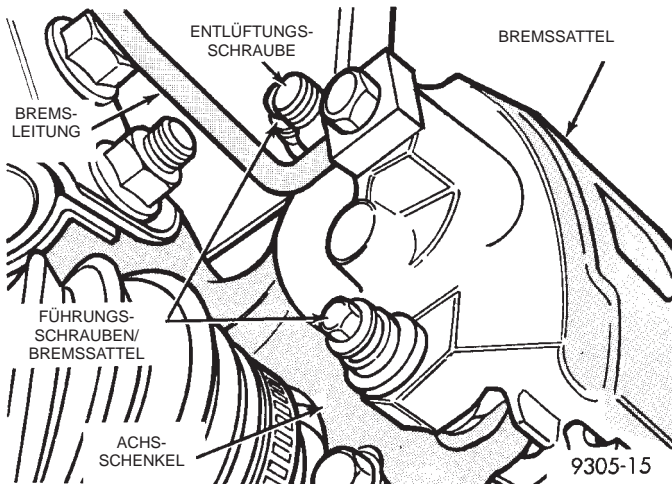

Abb. 2 Befestigung des Bremssattels
(1) Fahrzeug anheben. Dazu Unterstellböcke oder eine Hebebühne verwenden, die am Rahmen angebracht wird (siehe Kapitel 0, "Schmierung und Wartung", Abschnitt "Anheben des Fahrzeugs").
- (2) Vorderrad abbauen.
- (3) Den Bremssattel vom Achsschenkel abbauen (Abb. 2). Näheres hierzu siehe Abschnitt "Scheibenbremsen vorn" in Kapitel 5, "Bremsen", dieses Handbuchs.